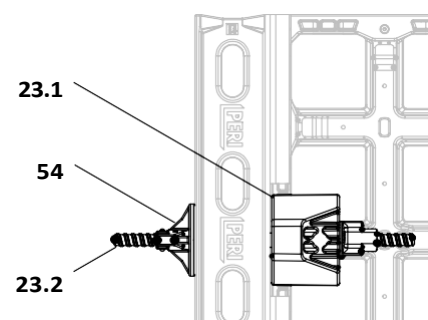

Fig. B5.15c
6. Завийте крилчатата гайка DW 15 отзад с ръка или с почистващата лопатка DUO. (Fig. B5.15c)